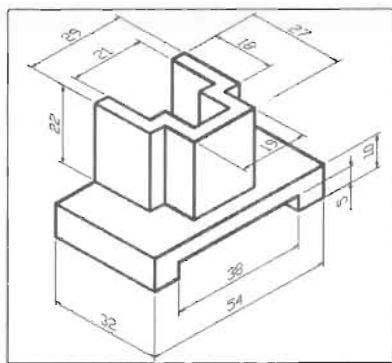

图 14-207
- (1) 根据图 14-207 所示的轴测图绘制实体模型。